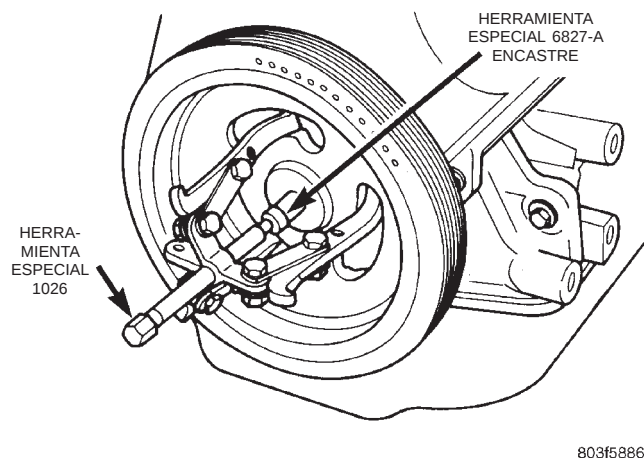
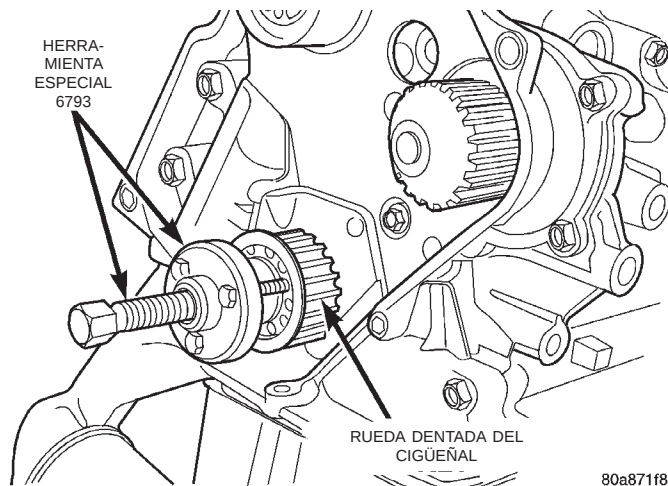

Fig. 72 Amortiguador del cigüeñal—desmontaje
Fig. 73 Rueda dentada del cigüeñal—desmontaje
- (1) Con la herramienta especial 1026 y el encastre 6827-A, retire al amortiguador del cigüeñal (Fig. 72).
- (2) Retire la correa de distribución. Consulte el procedimiento en esta sección.
- (3) Retire la rueda dentada del cigüeñal con la herramienta especial 6793 y el encastre C-4685-C2 (Fig. 73).